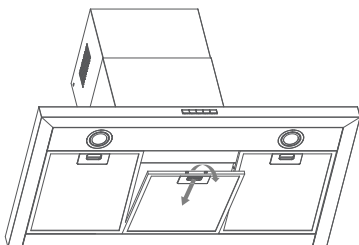

Рисунок 11
- Для отсоединения жирособирающего фильтра, следует нажать на пружинный замок. Это позволит отсоединить фильтр от поверхности вытяжки. Опустите фильтр вниз и снимите его. См. рисунок 11.
- Для отсоединения жирославливающего фильтра, следует нажать на пружинный замок. Это позволит отсоединить фильтр от поверхности вытяжки. Опустите фильтр вниз и снимите его. См. рисунок 11.